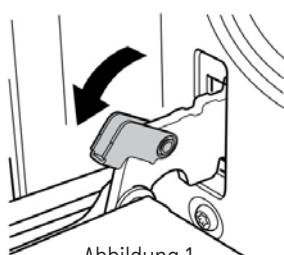

Abbildung 1
1. Öffnen Sie die Tür bis zum maximalen Winkel und schieben Sie die Sperre am Türscharnier zu sich hin (siehe Abbildung 1). Es gibt zwei Verschlüsse, einen auf jeder Seite der Backofentür.